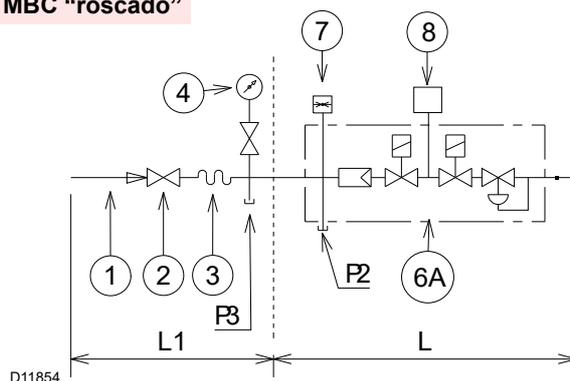
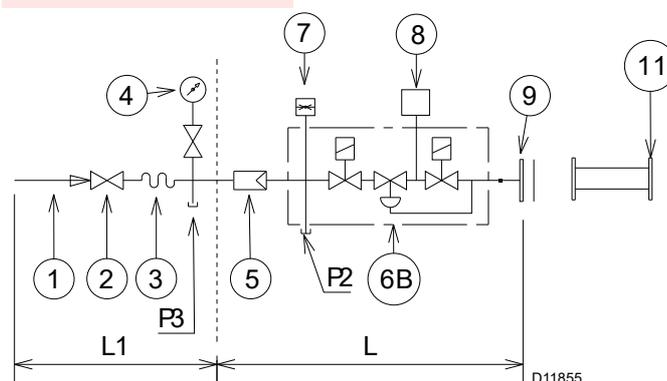
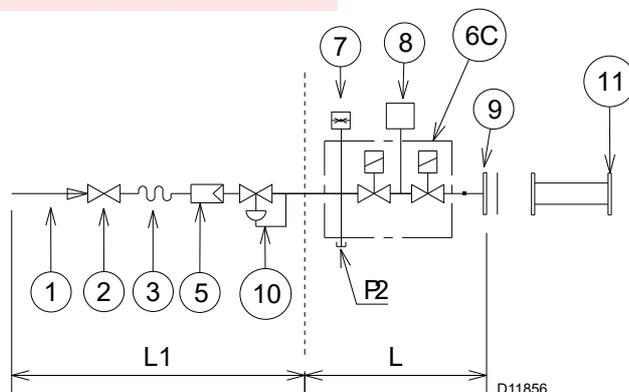
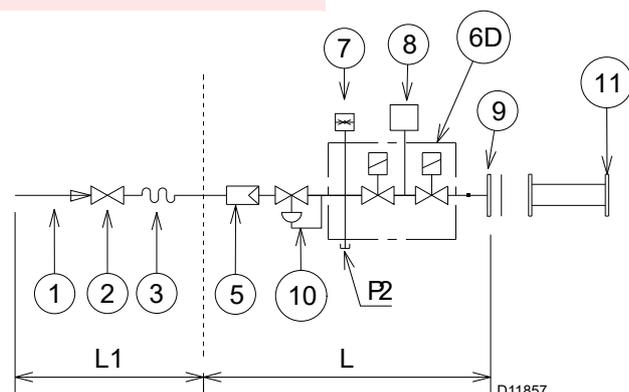

Fig. 21
Fig. 22
Fig. 23
Fig. 24
Leyenda (Fig. 21 - Fig. 22 - Fig. 23 - Fig. 24)
Presión del gas medida en el conector hembra P1)(Fig. 21), con:
- sustraer de la presión del gas en el conector hembra P1)(Fig. 21) la presión en la cámara de combustión;
Presión del gas en el conector hembra P1)(Fig. 21) = 58,1 mbar
En cambio para conocer la presión del gas que se necesita en el conector hembra P1)(Fig. 21), una vez fijada la potencia MÁX a la cual se desea que funcione el quemador:
- Leer a la derecha, columna 1, la presión en el conector hembra P1)(Fig. 21).
presión necesaria en el conector hembra P1)(Fig. 21).